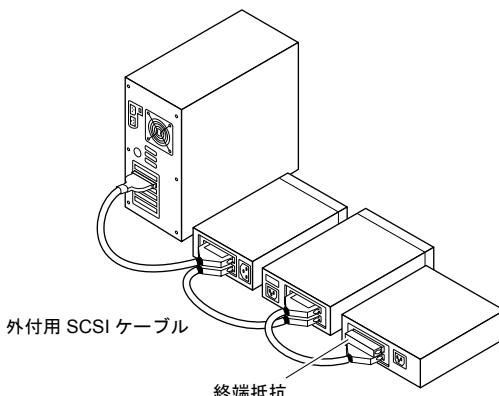

図 2. 外付用 SCSI デバイスのデイジーチェーン接続
- 4 他の外付用 SCSI デバイスを接続する場合は、それぞれのデバイスを 1 つ前のデバイスに接続し、すべての外付用 SCSI デバイスを接続するまで、デイジーチェーン状に接続を繰り返します（図 2 を参照）。